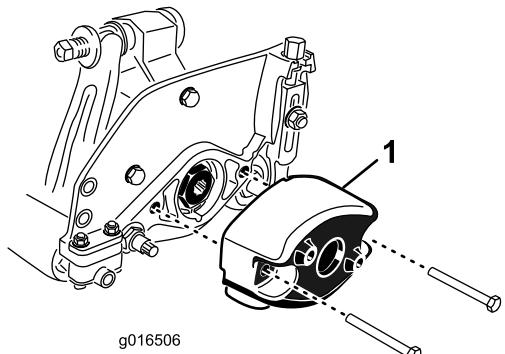

Bild 9
- Nehmen Sie die zwei Schrauben ab, mit denen das Gegengewicht links hinten am Mähwerk befestigt ist. Nehmen Sie das Gegengewicht ab (Bild 9).
- Schmieren Sie rechts hinten am Mähwerk etwas Öl auf den O-Ring und befestigen Sie das Gegengewicht mit den zwei vorher entfernten Schrauben (Bild 9). Ziehen Sie die Schrauben mit 16 bis 20 Nm an.